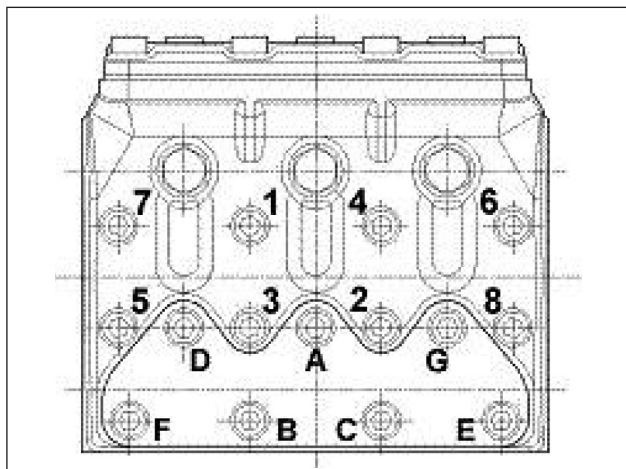

Fig. 24
- ** Le viti fissaggio testata pos. esploso 39 devono essere serrate con chiave dinamometrica lubrificando il gambo filettato rispettando l'ordine riportato nello schema di Fig. 24.
- *** Le viti fissaggio coperchi valvola pos. esploso 40 devono essere serrate con chiave dinamometrica lubrificando il gambo filettato rispettando l'ordine riportato nello schema di Fig. 24.